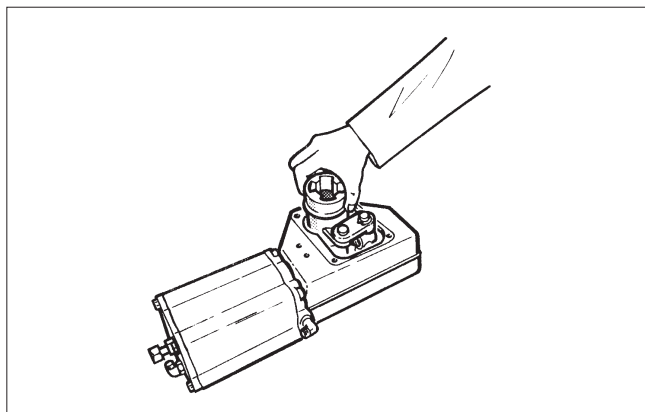

图.15 从外壳中取出连杆机构
- 转动杠杆臂 (3) 使轴承单元与活塞杆 (10) 分离。将整个连杆机构从外壳中吊出。参见图 15。
- 转动杠杆臂 (3) 使轴承单元与活塞杆 (5) 分离。将整个连杆机构从外壳中吊出。参见图 15。